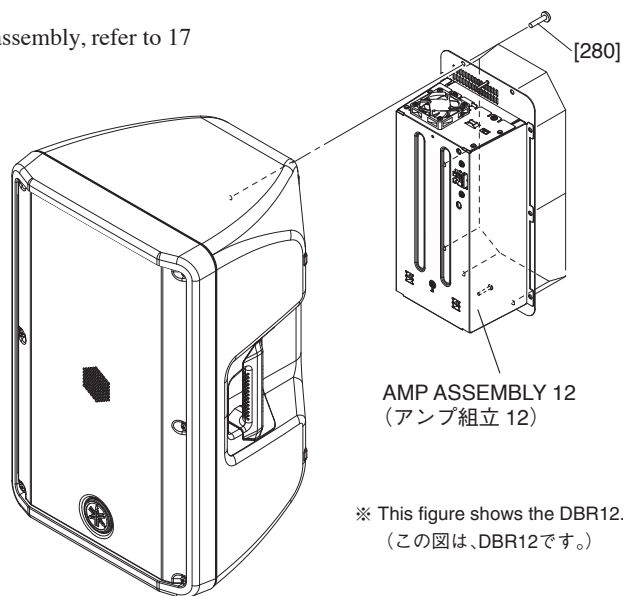
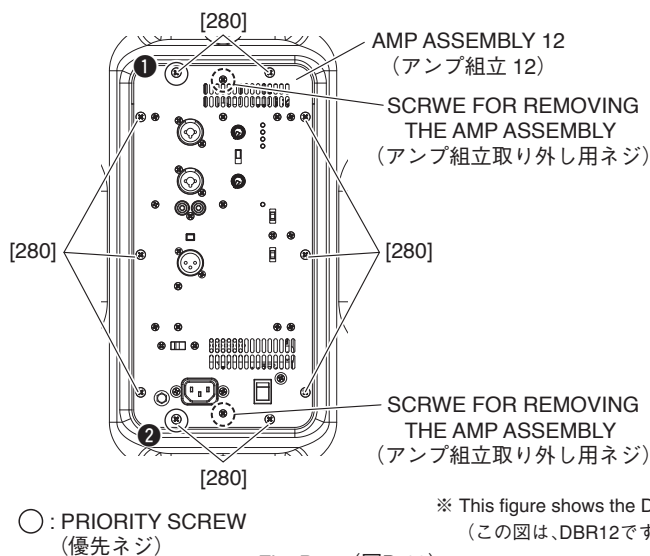

Fig. B-9 (図B-9)
Fig. B-10 (図B-10)
(Fig. B-9, Fig. B-10)
- * **When installing the amp assembly 12/amp assembly 15, first tighten the two (2) priority screws in order as shown in Fig. B-10.**
- B-5-2 Loosen the two (2) screws for removing the amp assembly. (Fig. B-10)
- * **Loosen only ! Never remove these screws. Tighten these screws when installing the amp assembly 12/ amp assembly 15. (Fig. B-10)**
- B-5-3 Hold the two (2) screws for removing the amp assembly and then remove the amp assembly 12/amp assembly 15 carefully. (Fig. B-10)
- B-5-1 [280]のネジ10本を外します。(図B-9、図B-10)
- ※ アンプ組立12/アンプ組立15を取り付けるときは、優先ネジ2本を図に示す順番で先に締めてください。(図B-10)
(図B-10)
- ※ これらのネジは緩めるだけで、外さないように注意してください。アンプ組立12/アンプ組立15取り付け時には、これらのネジを締めてください。(図B-10)